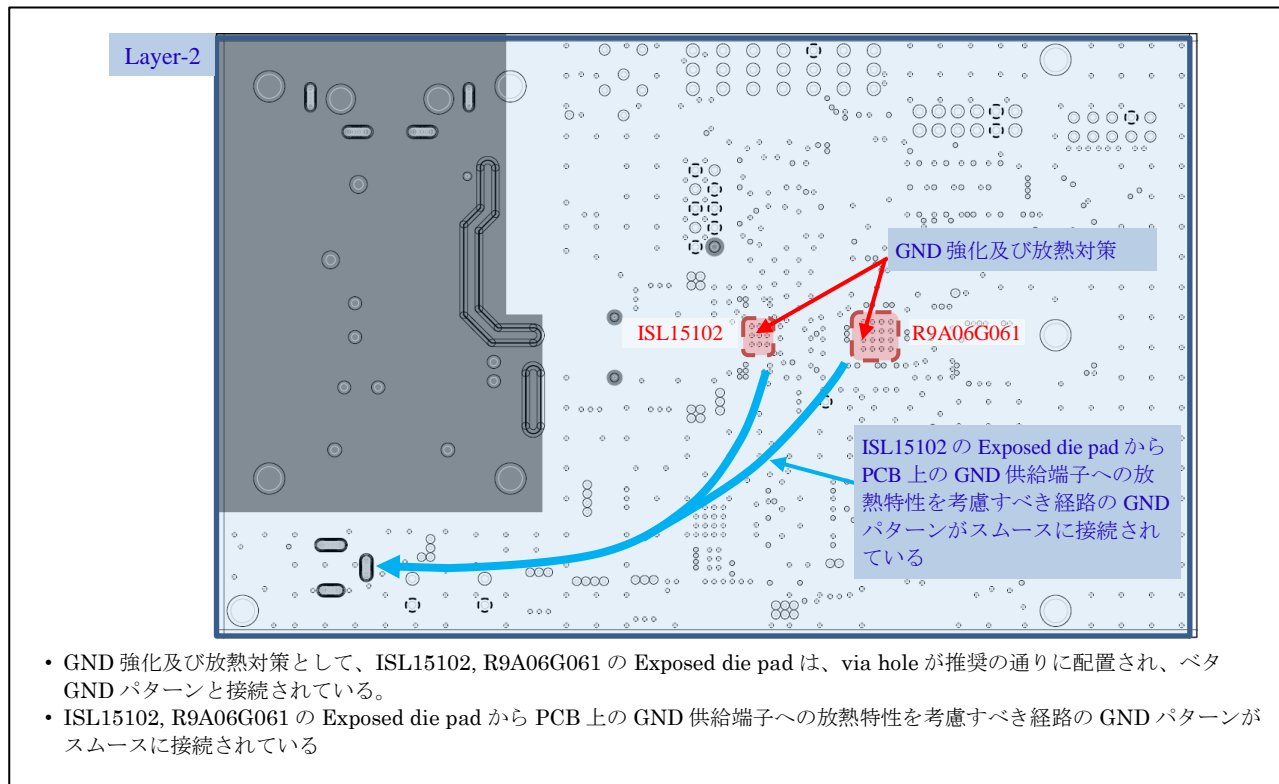

Figure 2-13 R9A06G061 と ISL15102 の Exposed die pad と GND パターンの接続例 (2 層)
- 2 層の GND 層では、R9A06G061, ISL15102 の Exposed die pad と PCB 上の GND 供給端子への経路を、スムーズに接続してください。(2 層の接続例を Figure 2-13 に示します)